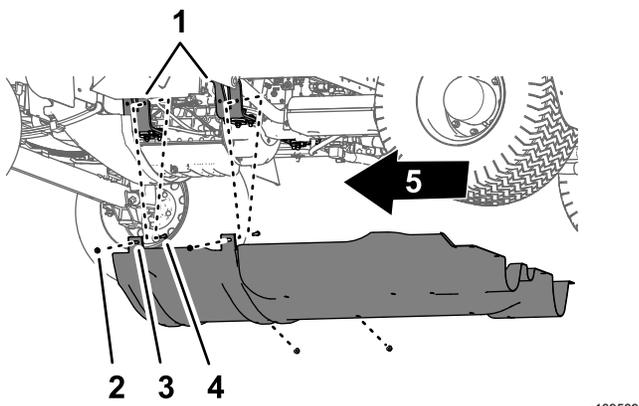

图 68
2. 从将起落架保护罩安装凸耳固定至机器发动机安装支架上的螺栓和起落架螺栓拧下 4 个凸缘锁紧螺母 5/16 英寸 图 68。
4. 从机器上拆下底盘保护罩图 67 和 图 68。
1. 将起落架保护罩与机器的底部机箱对齐请参阅 拆下底盘保护罩 \(页码 45\) 的图 68。
2. 将起落架保护罩的安装凸耳滑动到机器发动机安装支架上的螺栓和托架螺栓上方请参阅 拆下底盘保护罩 \(页码 45\) 中的图 68。
3. 使用在 拆下底盘保护罩 \(页码 45\) 的步骤 2 中卸下的 4 个凸缘锁紧螺母5/16 英寸将起落架保护罩安装到发动机安装支架上图 68。